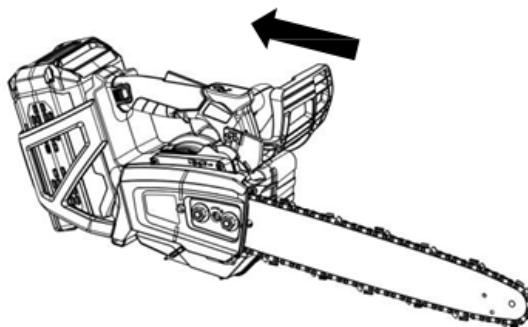

Fig 17
- Quando la protezione per le mani viene tirata completamente indietro, il freno della catena viene rilasciato (Fig. 17).